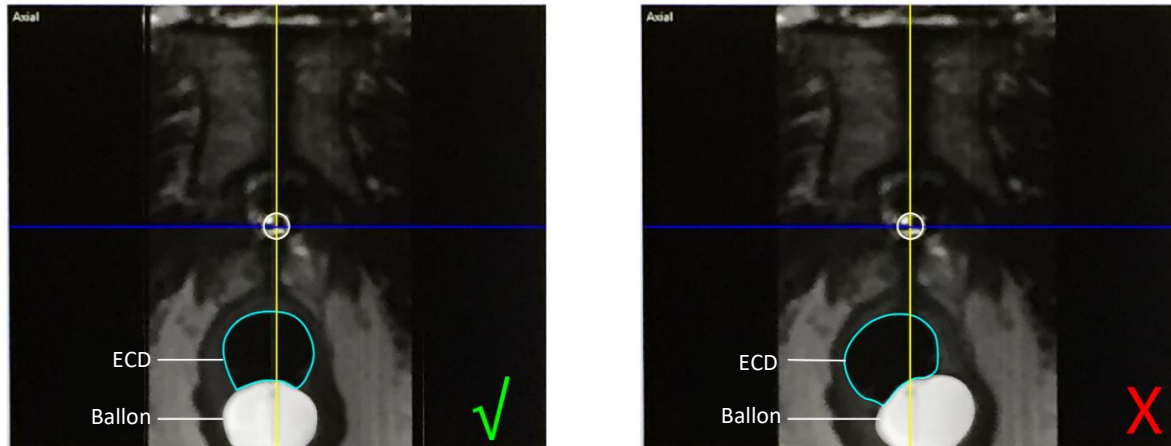

Abbildung 39: Mitte des Kühlfensters
2. **Radiologe:** Bestätigen Sie, dass die ECD-Platzierung optimal ist (*Abbildung 39*):